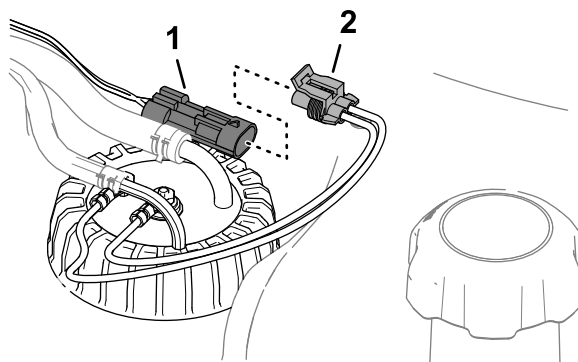

Рисунок 89
3. Отсоедините 2-гнездовой разъем жгута проводов датчика уровня топлива от 2-штыревого разъема жгута проводов машины (Рисунок 89).